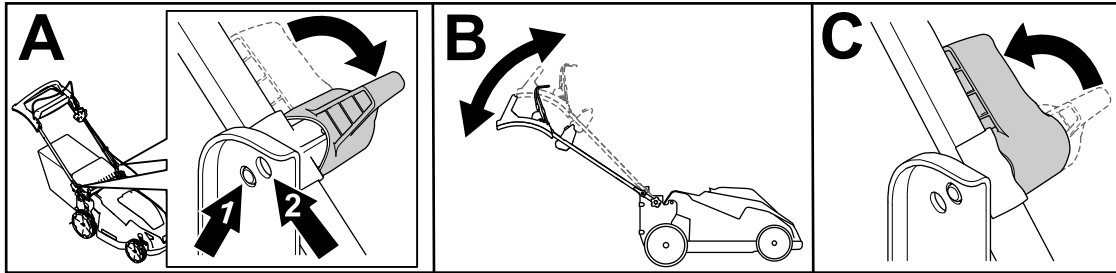

Figura 11
1. En ambos lados de la máquina, gire las palancas de bloqueo del manillar (Figura 11, A).
2. Ajuste la posición del manillar a la posición superior (manillar más alto) o inferior (manillar más bajo) (Figura 11, B).
3. Cuando el manillar esté en la posición deseada, gire las palancas de bloqueo del manillar hacia atrás hasta que el pasador se bloquee con un clic para fijar el manillar (Figura 11, C).